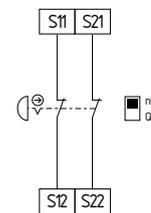

Fig. 8
**Circuito de Paro de Emergencia de dos canales con pulsadores según ISO 13850 y IEC 60947-5-5 (véase fig. 8)**